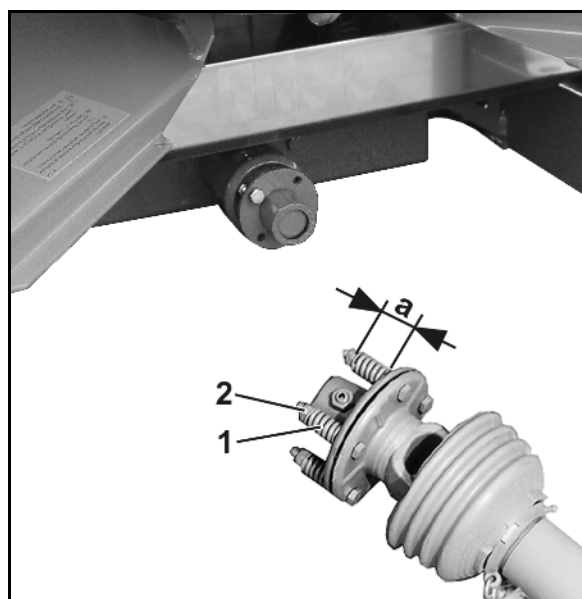

Fig. 97
3. Skru ut tappeskruen (Fig. 97/1).